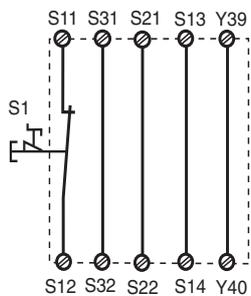

Fig. 2: Circuito de entrada monocanal, arranque automático / Circuito di entrata ad un canale, Start automatico / Eénkanalig ingangscircuit, automatische start
- Figs. 2 y 7: **sin** conexión S33-S34
- Fig. 2 e 7: **nessun** collegamento S33-S34
In afb. 2 ... afb. 11 zijn aansluitvoorbeelden voor Noodstop-bedrading met automatische en bewaakte start, heksturingen en contactvermeerdering door externe relais.
- Fig. 2 en 7: **geen** verbinding S33-S34